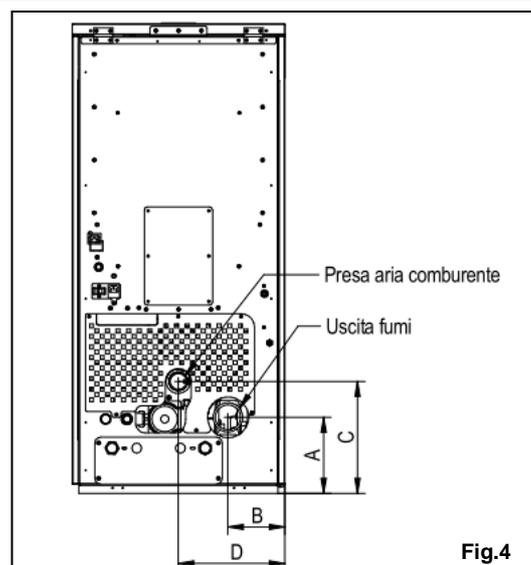
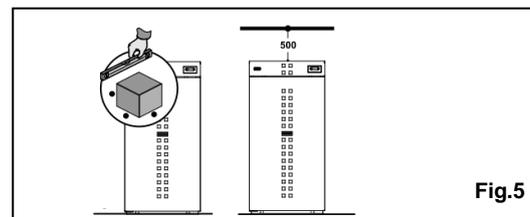

Fig.4
Fig.5
- Posizionare la canna fumaria tenendo conto della posizione del tubo di uscita fumi della caldaia: fare riferimento alla fig.4 per i modelli 20kW e 26kW e alla fig.5 per il modello 34kW.